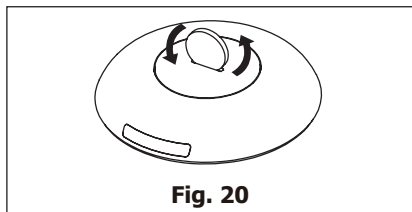

Fig. 20
- 2.** Utilisez une pièce de monnaie ou un objet similaire pour faire tourner le couvercle arrière dans le sens antihoraire pour l'ouvrir. (Fig. 20 & 21)